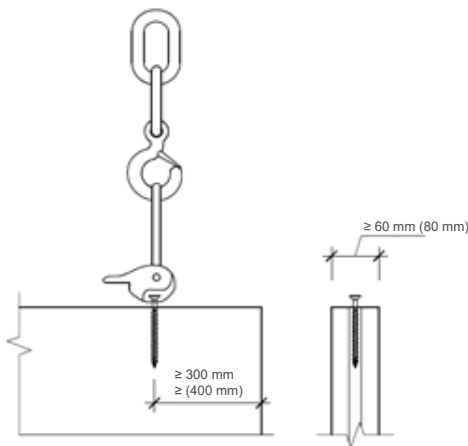

Abbildung 1: links: ausschließlich axiale Beanspruchung der Schraube durch lotrechten Anschlag
- Abstand zwischen Wandelementende und Schraubenachse min 25*d (siehe Abbildung 1 und 2)
- Ausschließlich axiale Beanspruchung der RAPID® T-Lift Schraube (siehe Abbildung 1 und 2)